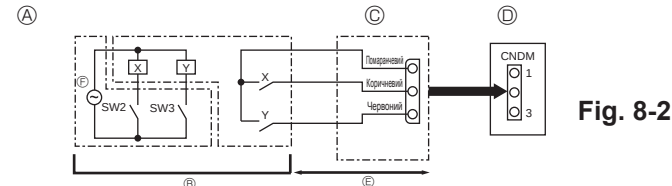

Fig. 8-2
8.2. Функція пошук (модифікація на місці установки) (Fig. 8-2)